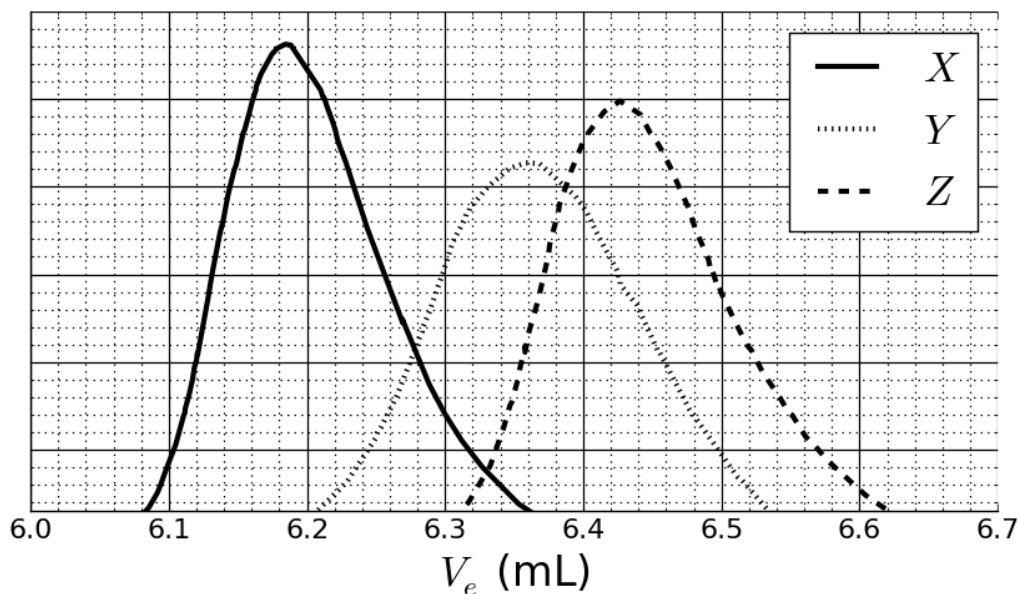

Fig. 2 – Cromatogramas SEC de **3a**, **3b** y **3c** en función del volumen de elución, V_e .
De la reacción de **1** con **2** se obtienen los copolímeros **3a** después de 20 h, **3b** después de 25 h, y **3c** después de 30 h de reacción a 40 °C. Los resultados de la cromatografía de exclusión por tamaño (SEC por sus siglas en inglés) se presentan en la Fig. 2.
6. **Asigna** las señales observadas en la Fig. 2 a los copolímeros **3a**, **3b** y **3c**.
7. Basado en las curvas de SEC (Fig. 2 y 3) **determina** el volumen de elución V_e del polímero que corresponde a la curva X y con él **estima** el grado de polimerización m del segundo bloque. **Presenta** tus cálculos detalladamente. Puedes usar una calculadora o hacer un gráfico.